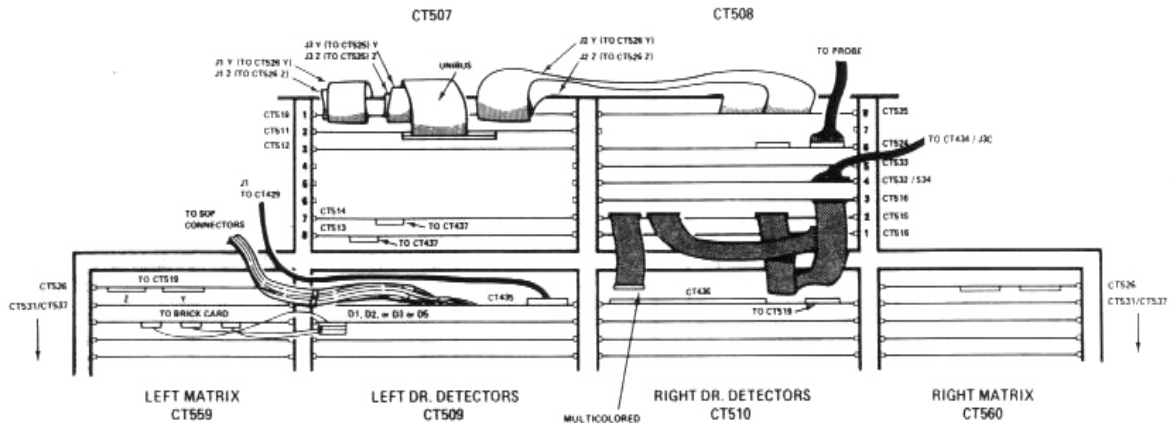
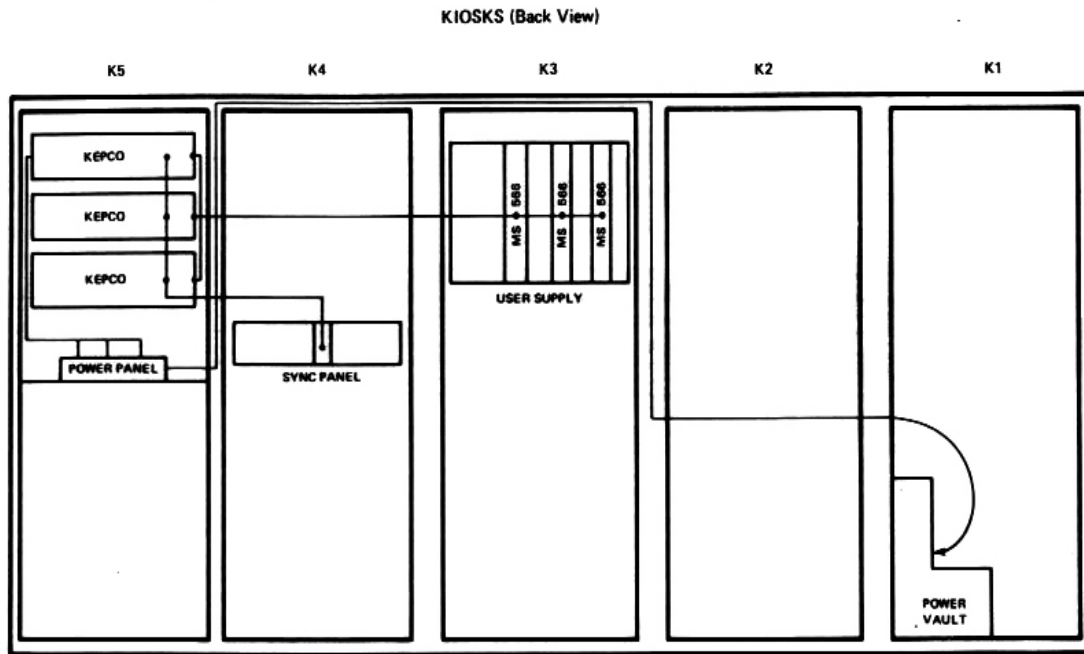

Figura 1-24 Conexiones de tarjeta Utility jaula / cable.
Figura 1-25 Cableado de la fuente KEPCO
derecha a la posición OFF). Introduzca la tarjeta CT516 dentro del slot de mano derecha de la jaula de tarjetas utility [Etiquetado " CT516 (5-8) "] (refierase a la figura 1-24). Conecte el cable de cinta desde la CT516 hasta la CT515 como se muestra en la figura 1-25.
2. Desconecte lo siguiente (refiérase a la figura 1-25):